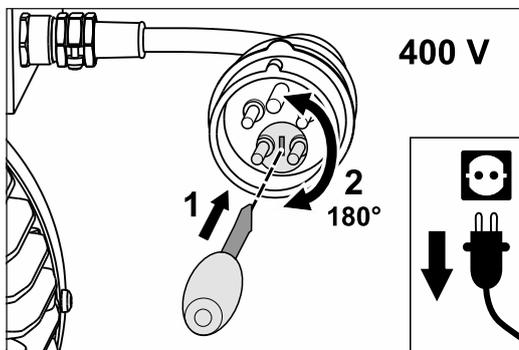

Abb. 23 Zur Änderung der Drehrichtung des Motors den Phasenwender um 180° verdrehen.
- Stecken Sie einen Schraubendreher in den Schlitz des Phasenwenders im Stecker des Motorkabels (Abb. 23, 1).
- Durch Druck mit dem Schraubendreher wird der Phasenwender entriegelt und muss dann gleichzeitig um 180° gedreht werden (Abb. 23, 2).
- Der Phasenwender muss durch Überwindung eines geringen Widerstandes um 180° gedreht werden (Abb. 23, 2).